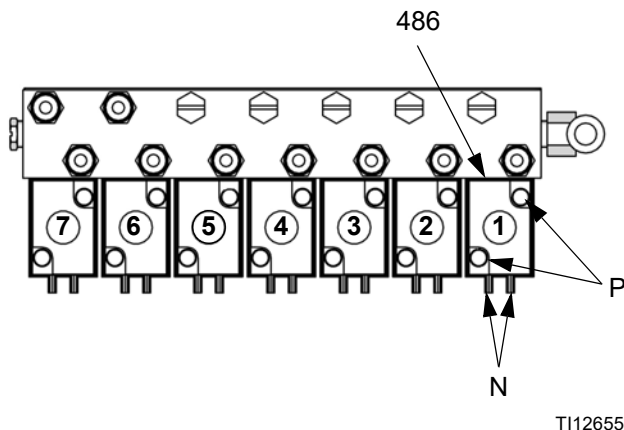

FIG. 31: Solenoides del RoboMix
4. Desatornille 2 tornillos (P) y retire el solenoide (486). Vea FIG. 31 y Tabla 8.